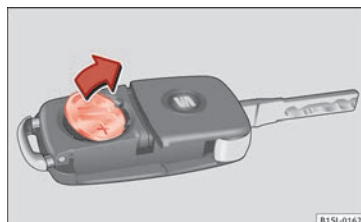

Fig. 127 Llave del vehículo: retirar la pila.
- Extraiga la pila del compartimento con un objeto fino adecuado »» fig. 127.
- Coloque la nueva pila en el compartimento, presionándola tal como se muestra »» fig. 127, en sentido contrario a la flecha »» ❶.